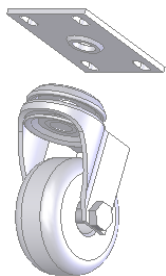
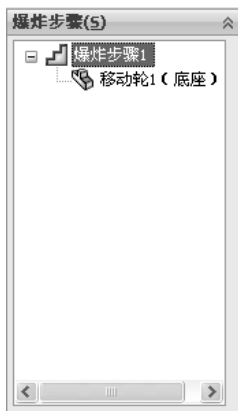

图 3-232 第一个爆炸零件视图
图 3-233 生成的爆炸步骤
5) 观测预览效果。单击“设定”复选框中的“应用”按钮，观测视图中预览的爆炸效果，单击“爆炸方向”前面的“反向”按钮，可以反方向调整爆炸视图。单击“完成”按钮，第一个零件爆炸完成，结果如图 3-232 所示，并且在“操作步骤”复选框中生成“爆炸步骤 1”，如图 3-233 所示。